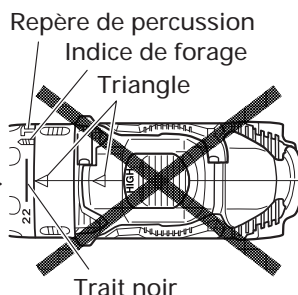

Fig. 22
- Ne pas utiliser avec le capuchon sur le chiffre "22" et le trait noir au milieu du repère de perçage. Cela pourrait provoquer des dommages. (Voir Fig. 22)